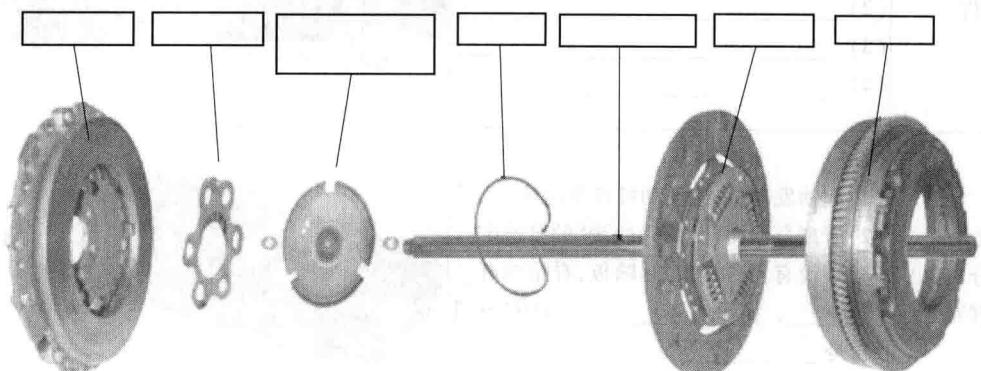

图1-19 离合器的结构
(5) 识别离合器系统的部件,并写出图1-19中的各个部件的名称。